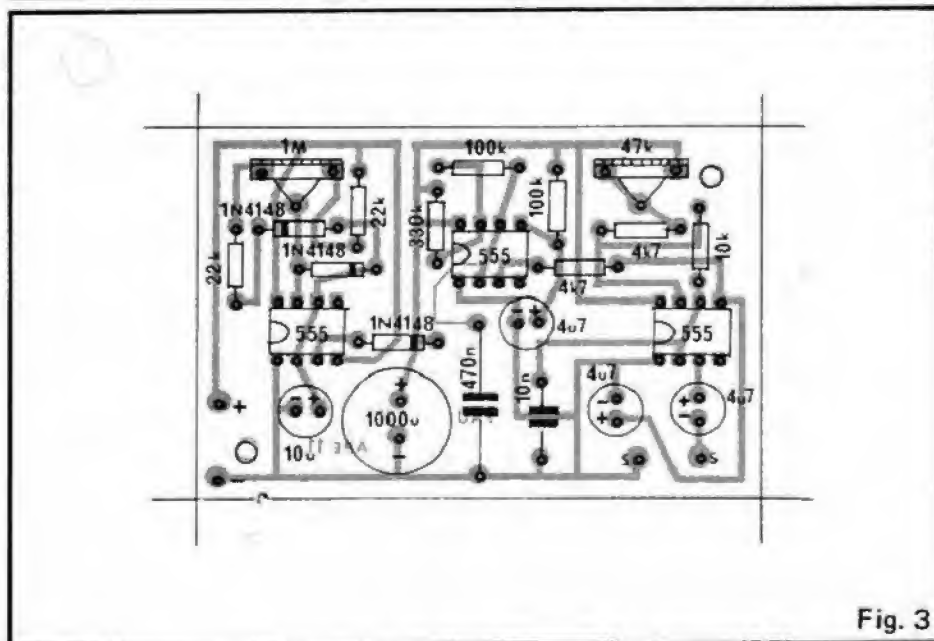

Fig. 3
O "chapeado" da montagem propriamente está na fig. 3, que mostra a placa pelo lado não cobreado (todos os componentes já posicionados). Observar rigorosamente as posições dos Integrados, diodos, polaridade dos eletrolíticos, etc. As ilhas periféricas marcadas com (+) e (-) referem-se à entrada da alimentação, e as marcas com (S) (S) destinam-se à saída para o transdutor piezo.